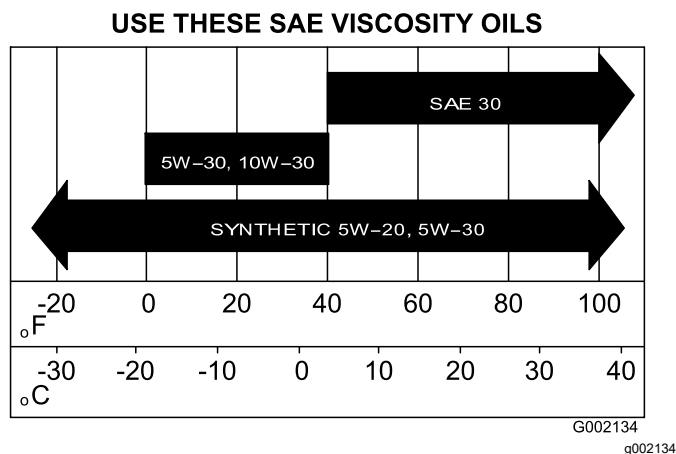

Figura 32
5. Llene el cárter con el aceite especificado (Figura 32).